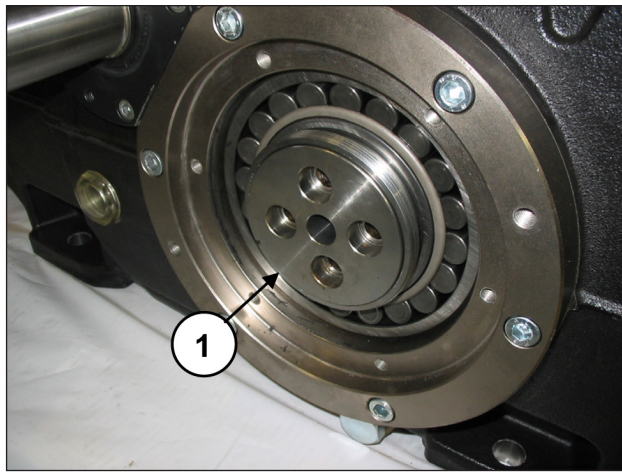

Abb. 14
Belassen Sie die Buchsenflansche in ihrem Sitz (Pos. ①, Abb. 14).